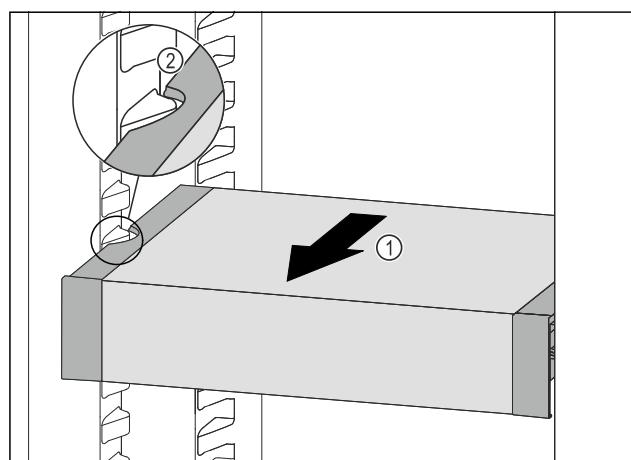

Fig. 128
- Trageți în față VarioSafe Fig. 128 (1), până când degajările laterale ale VarioSafe se află la înălțimea nervurii recipientului din frigider. Fig. 128 (2)